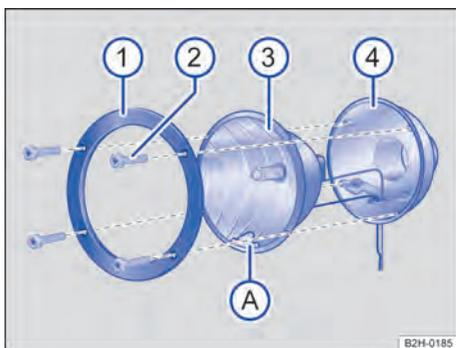

Fig. 158 Iluminação adicional no teto do veículo: desinstalar o vidro da lâmpada.
2. Soltar os parafusos com a chave das ferramentas de bordo → Fig. 158 ②.
3. Remover o anel de retenção → Fig. 158 ① do refletor → Fig. 158 ③.
4. Remover o refletor → Fig. 158 ③ da carcaça do farol → Fig. 158 ④.
12. Inserir o refletor → Fig. 158 ③ na carcaça do farol → Fig. 158 ④. A marcação → Fig. 158 ① deve apontar para baixo → ①.
13. Colocar o anel de retenção sobre o refletor → Fig. 158 ①.
14. Apertar os parafusos com a chave de fenda → Fig. 158 ②.